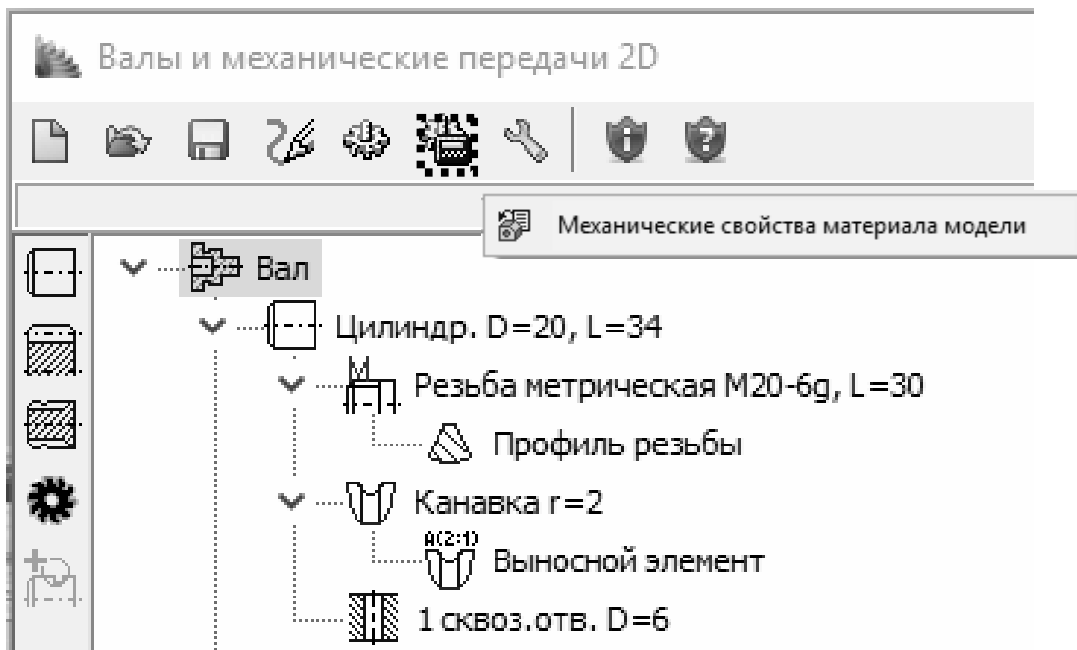

Рис. 15.22. Выбор механических свойств (материала) модели
7.1. Необходимо выбрать материал для изготовления вала. Для этого нужно применить команду «Механические свойства материала модели»  и выбрать сталь, например, «Сталь 40X ГОСТ 4543–2016» (рис. 15.22).